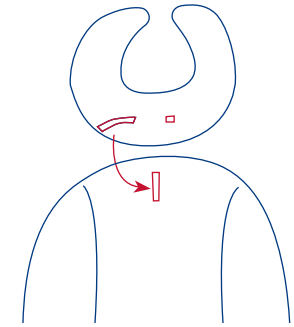

Fig. 5
- 5) • Unfasten the fabric loop on the back of the Headrest. Insert the loose end of the loop on the back of the headrest through the loop on the seat pad. Secure the headrest to the seat pad by fastening the fabric loop on the back of the headrest. (Fig. 5)
- Desabroche el lazo de tela en la parte trasera del apoyacabeza. Introduzca el extremo suelto en el lazo de la parte trasera del apoyacabeza por el lazo de la almohadilla del asiento. Sujete el apoyacabeza a la almohadilla del asiento abrochando el lazo de tela a la parte trasera del apoyacabeza. (Fig. 5)
- Détacher la boucle en tissu située à l'arrière de l'appui-tête. Insérer l'extrémité libre de la boucle à l'arrière de l'appui-tête dans le trou situé sur le coussin du siège. Fixer l'appui-tête au coussin du siège en attachant la boucle en tissu à la partie arrière de l'appui-tête. (Fig. 5)